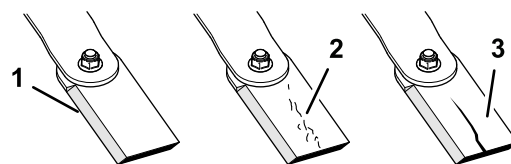

Figura 34
1. Controllate i taglienti (Figura 34).
4. Se notate eventuali crepe o usura, installate immediatamente una nuova lama (Figura 34).